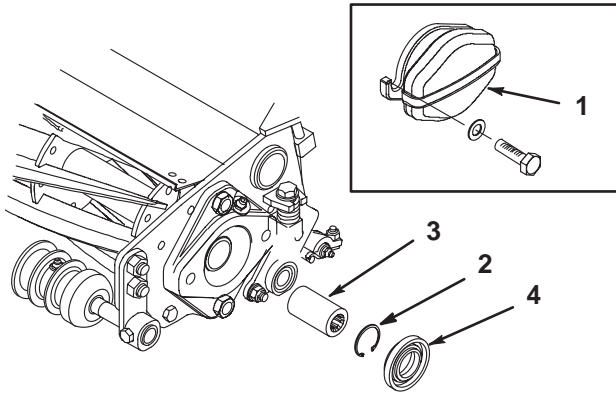

図 10
A. カウンタ・ウェイト（ユニット左側）のキャップスクリューとロックナット（各2）を取り、ウェイト（図10；挿入図）を外す。
- B. カuttingユニット両側からプラスチック・スペーサ（図10）を取る。
- D. カップラの内径部にグリスを塗り、カuttingユニット左側に取り付け、スナップ・リングで固定する（図10）。